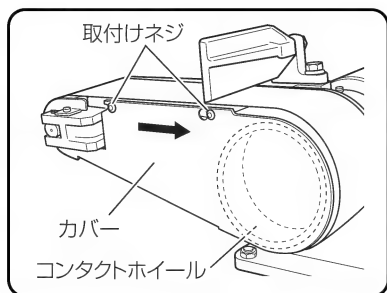

図 18
- (1) 取付けネジを、付属の六角棒スパナ（3 mm）でゆるめ、カバーを矢印の方へ移動させて取りはずします。（図 18）